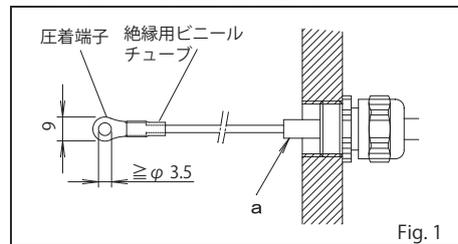

Fig. 1
●ケーブルの加工／固定位置 (Fig. 1)
- ①ケーブルは使用する端子にあわせて任意に加工します。
- ②ケーブルの外被が必ずボックス内部に位置するよう、固定位置を設定します。(Fig.1-a)